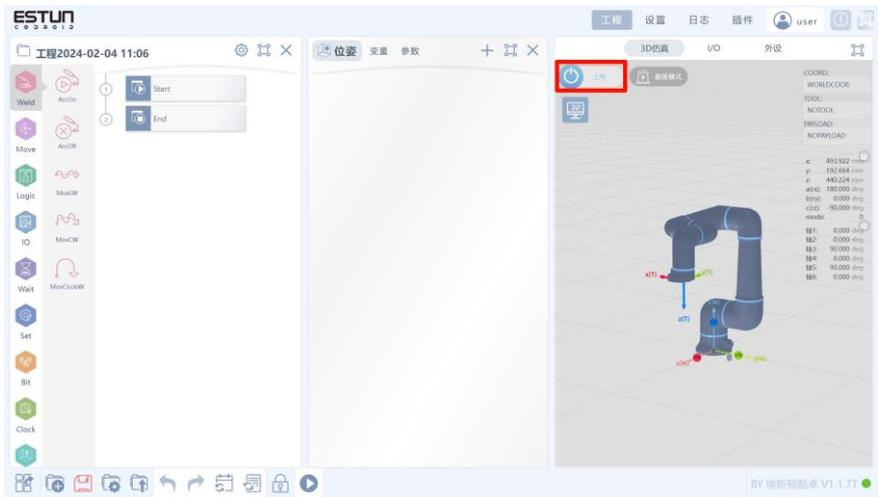

图 3-6 机器人控制界面
6. 登录后可跳转到机器人控制页面，此时可以进行上电操作，在上电之前需要确认手操器上的急停按钮已经复位，机器人运动范围内无人员和设备。点击“3D 仿真”视图中的  按钮，如图 3-6 机器人控制界面所示，听见关节处有响声，表示关节上电，抱闸松开。